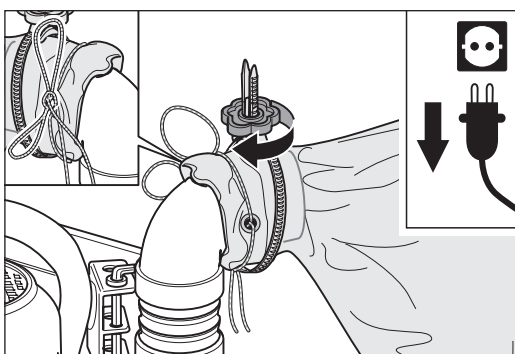

Abb. 6 Den MultiClip handfest anziehen und den Staubsaugsack zubinden.
- 5 Ziehen Sie den MultiClip handfest an, wobei sich der Staubsaugsack unter dem MultiClip nicht in Falten legen darf. Binden Sie den Staubsaugsack zusätzlich mit der Kordel zu (Abb. 6).